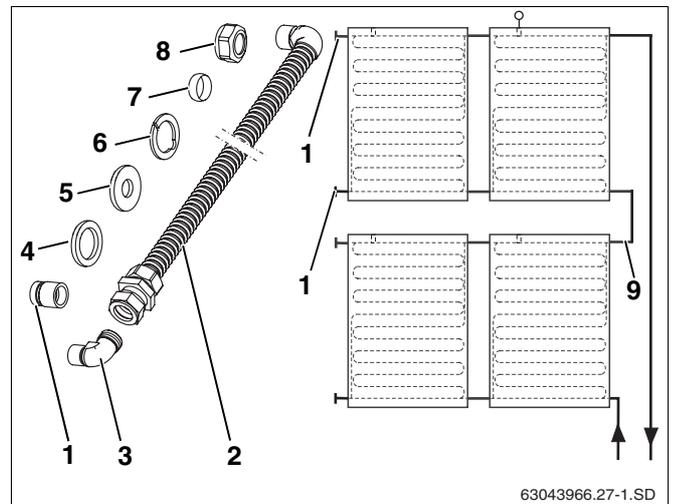

Fig. 38 Rappresentazione schematica e volume di fornitura
Il kit di collegamento (fig. 38, **pos. 9**), disponibile come accessorio, permette il collegamento fra due serie di collettori.
### Volume di fornitura (fig. 38)
Chiudere con i tappi di chiusura gli attacchi del collettore non utilizzati (fig. 38, **pos. 1**, vedi capitolo 6.1.2 "Montaggio dei tappi di chiusura", pag. 21).